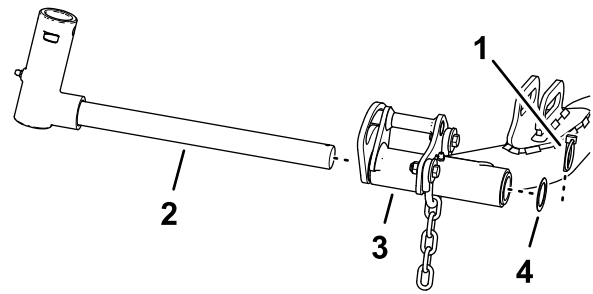

Bild 19
1. Entfernen Sie den Klappstecker und die Unterlegscheibe ab, mit denen das Gelenkjoch am Hubarm befestigt ist und schieben Sie die Gelenkwelle aus dem Hubarm (Bild 19).